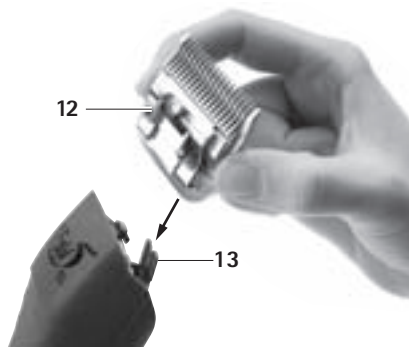

Fig. 2
- Ficher la tête de tonte 12 sur la charnière de lame ouverte 13, voir Fig. 2.
- Presser légèrement la tête de tonte 12 en direction de la tondeuse FAV5, voir Fig. 2.